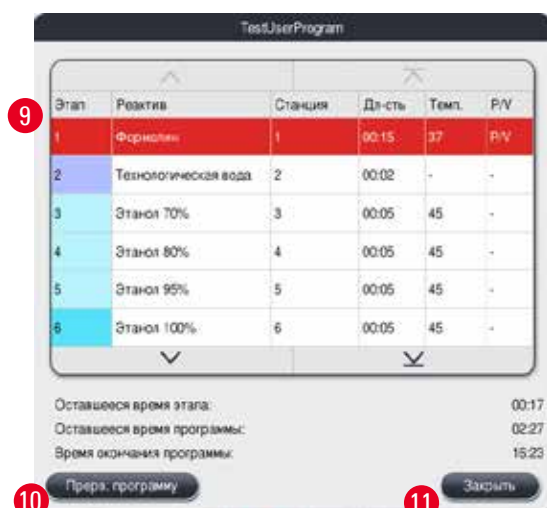

Рис. 69
- Кнопка **Детали программы** (→ "Рис. 68-6"). Нажмите **Детали программы** для просмотра деталей программы (→ "Рис. 69").